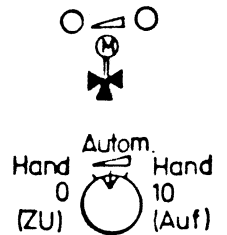

Abb. 17
3. Betriebsartenschalter (Abb. 17)
4. Stellrichtungsanzeige (Abb. 17)